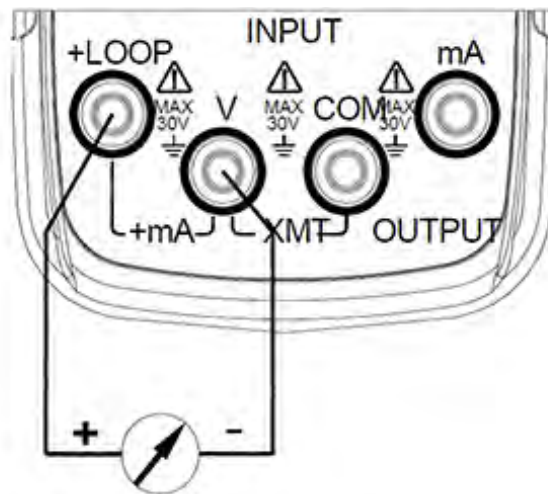

Abbildung 5-1
- ↪ 1. Stecken Sie ein Ende der Messleitung in die +mA-Ausgangsbuchse (OUTPUT) des EC mAV 2 und das andere Ende in den Eingang des Gerätes wie in Abbildung 5-1 gezeigt: